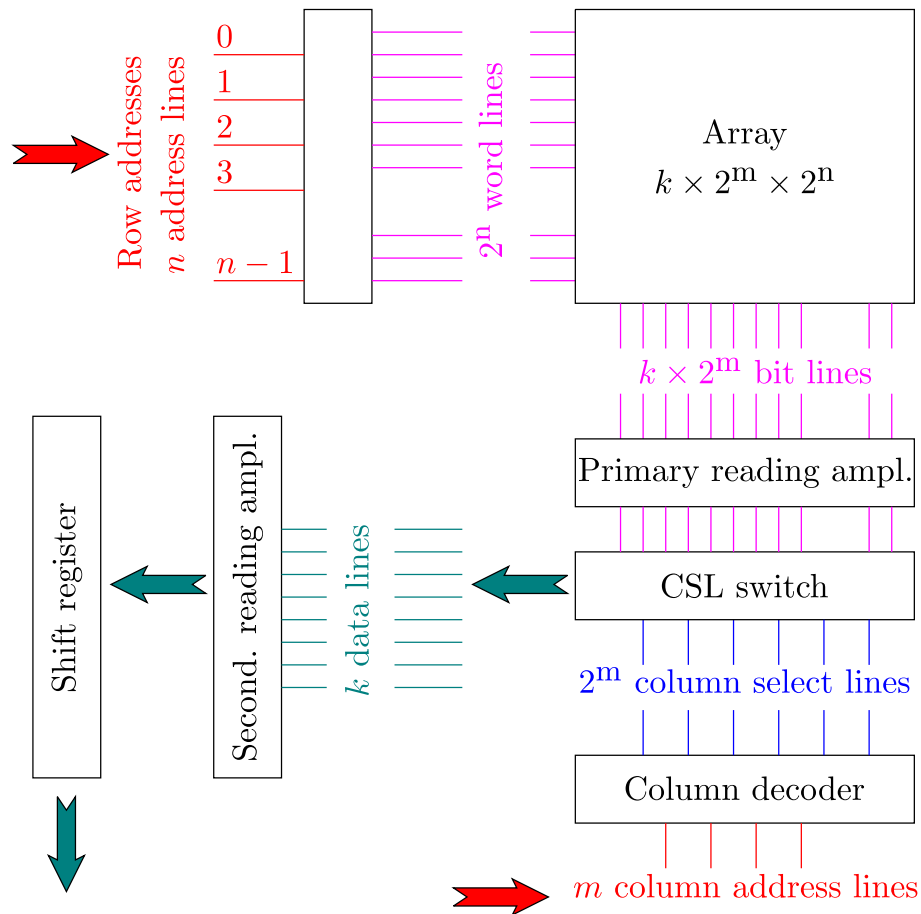

Abb. 9.40: Zur Adressierung von DRAM beim Ausleseprozess.
Ausleseprozess: s. Abb. 9.40.
- Ablauf ähnlich zu Abb. 9.40